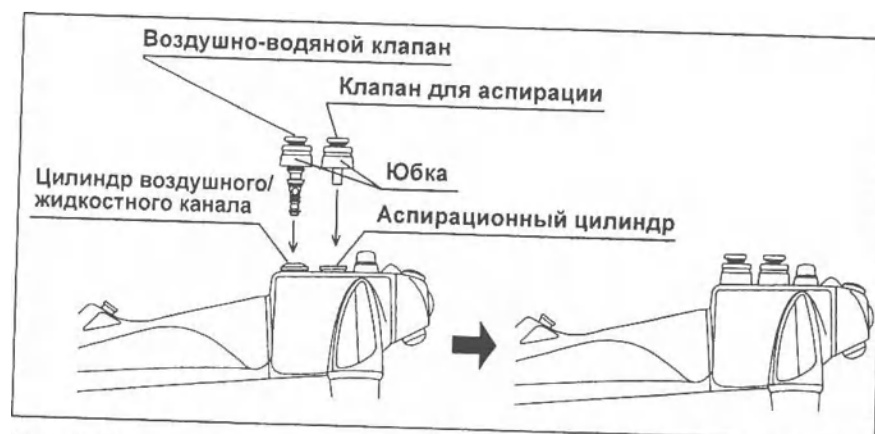

Рис. 3.16
1. Присоедините воздушно-водяной клапан к цилиндру воздушного/жидкостного канала эндоскопа (см. Рис. 3.16).